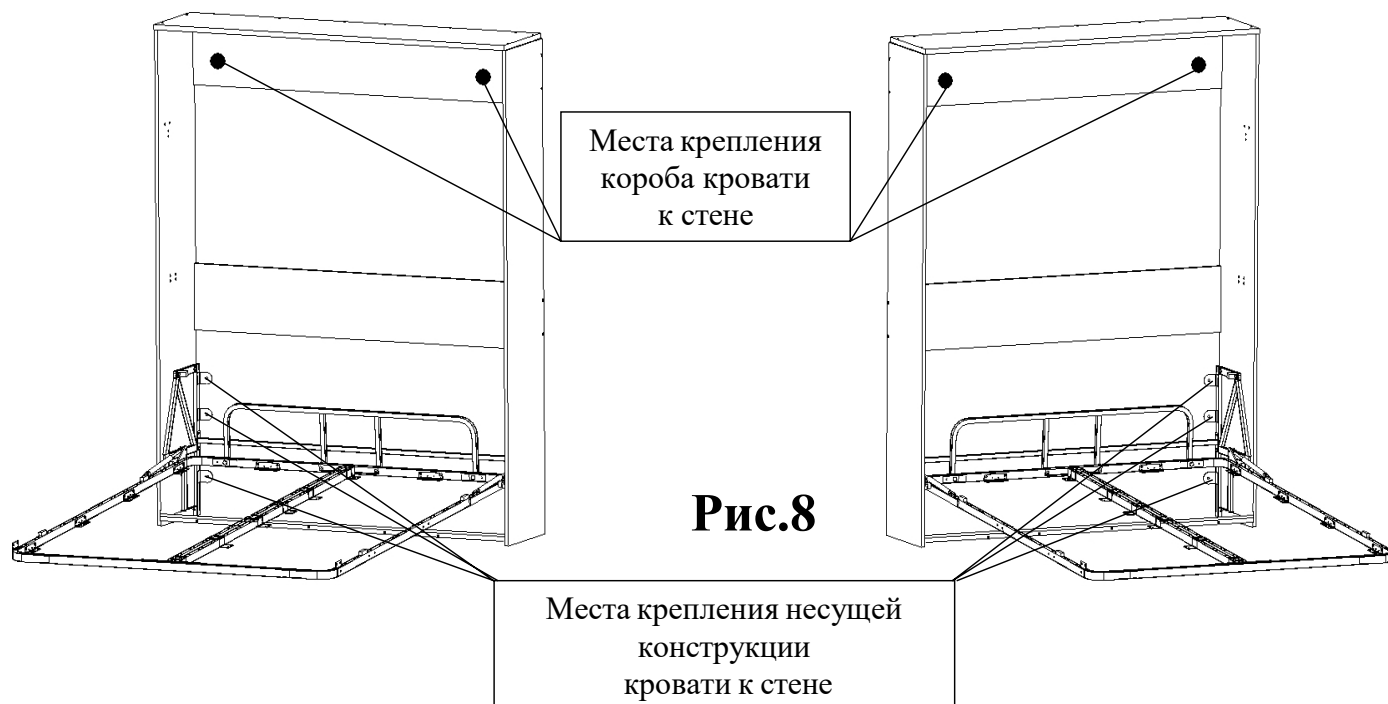

Рис.8
-  **ВНИМАНИЕ!!!** ПЕРЕД СБОРКОЙ КОРОБА КРОВАТИ ПО НАСТОЯЩЕЙ ИНСТРУКЦИИ, НЕОБХОДИМО ПРОИЗВЕСТИ СБОРКУ И НАДЁЖНОЕ НЕПОДВИЖНОЕ ЗАКРЕПЛЕНИЕ КАРКАСА КРОВАТИ НЕСУЩЕГО К СТЕНЕ АНКЕРНЫМ КРЕПЕЖОМ (см.рис. 8).
8. Через отверстия в кронштейнах на рамах несущих в соответствии с рис.8 просверлить отверстия в указанных точках и закрепить к стене используя анкерный крепеж. Произвести дополнительное закрепление к стене короба кровати (см.рис.8) Глубина вхождения анкерного крепежа в железобетон или кирпич не менее 100 мм.